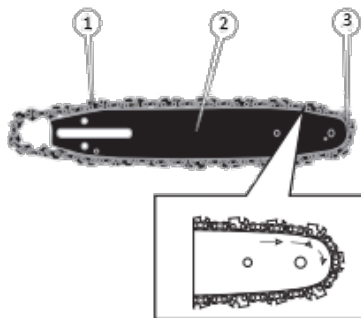

Рисунок 2
3.1.3 Зніміть притиску кришку шини та візьміть ланцюг (1, рисунок 2) і розташуйте його вздовж шини (2, рисунок 2) правильно зорієнтувавши у напрямку руху. Введіть ланцюг в зачеплення з зірочкою шини (3, рисунок 2), яка розташована на носку шини.